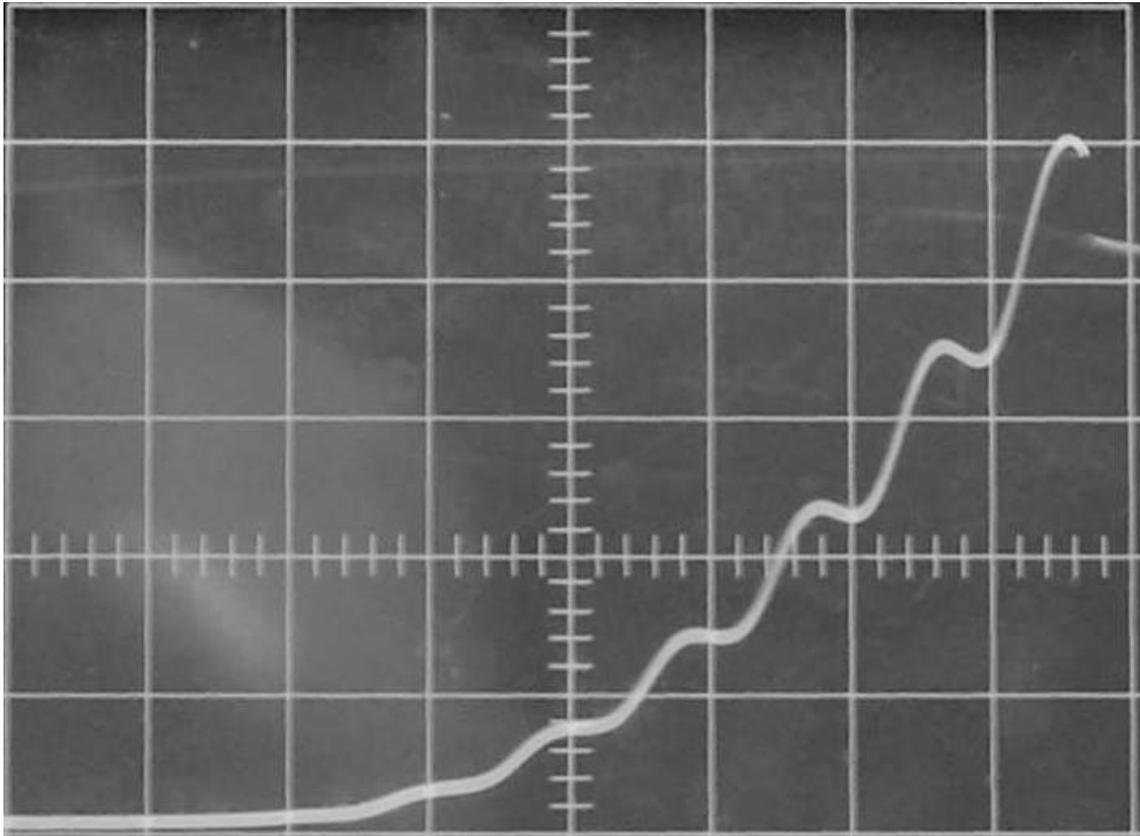

Abb. 4: Franck-Hertz-Experiment mit Hg-Röhre: Sägezahnmessung mit Oszilloskop.
B) Mit dem Tastschalter (2) und Drehknopf (13) folgende Parameter einstellen.
C) Mit dem Tastschalter (4) den Ofen einschalten. Die Soll-Temperatur ist erst dann erreicht, wenn die rote LED oberhalb des Tastschalters (4) nicht mehr blinkt.
D) Mit dem Tastschalter (3) "Sägezahn" einstellen. Ausgänge (7) und (8) mit dem Oszilloskop verbinden und am Oszilloskop den XY-Betriebsmode auswählen. Mit dem Tastschalter (5) die Messung starten. Die eingestellten Spannungen U_1 und U_2 werden im "Sägezahn"-Betrieb mit einer Frequenz von 28 Hz am Hg-Rohr angelegt. Ein dabei typisch entstehendes Franck-Hertz-Bild ist in Abb. 4 gezeigt.